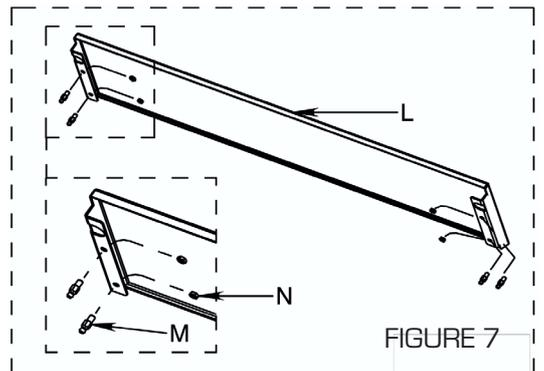

FIGURE 7
- Assembler les goujons M5 (M) et les écrous M5 (N) au couvercle antérieur (L) (Figure 7).